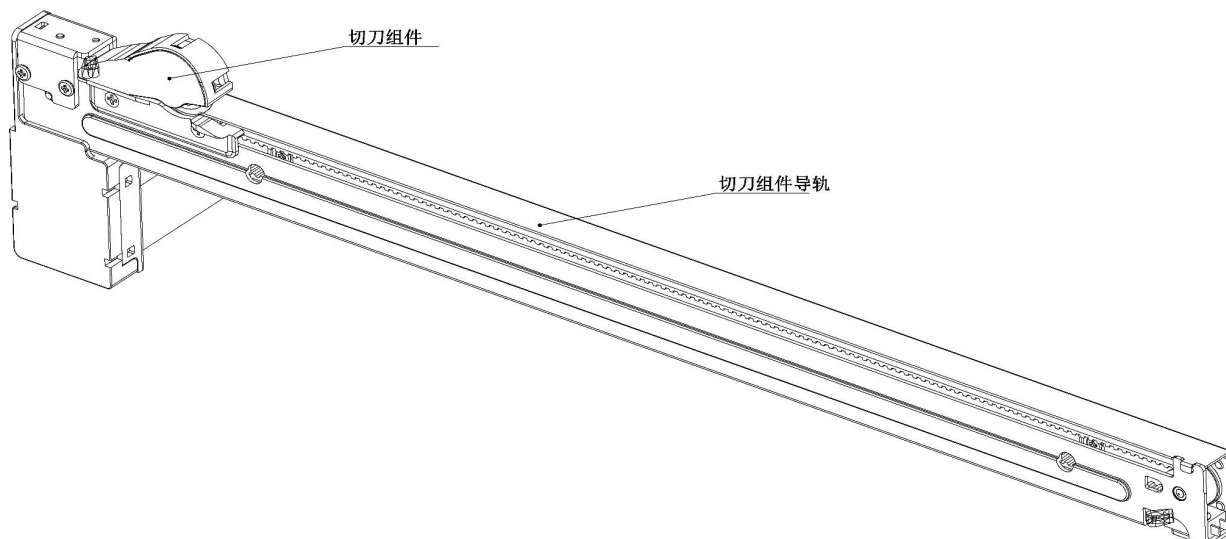

图 2-2-1 切纸机芯外形
- 8 寸打印机芯模块化设计，标配切纸机芯；如下图 2-2-1，
- 切纸机芯尺寸：45(L)X287(W)X64(H) mm。